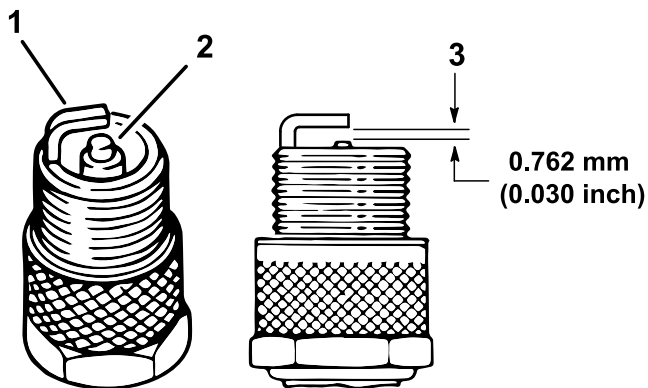

図 35
4. 電極 (側面と中央) と碍子の状態を点検する(図 35)。
5. 図 35 のように、電極間のエアギャップを 0.762 mm に調整する。